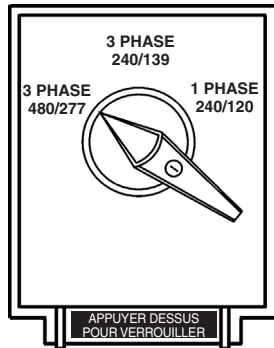

Figure 25. Commutateur de sélection de tension
1. Mettre le commutateur de sélection de tension dans la position 3Ø 480/277 comme indiqué dans Figure 25.